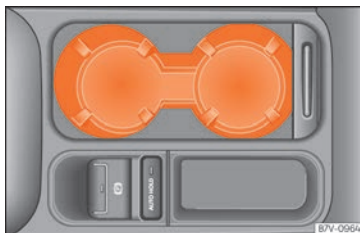

Abb. 169 Mittelkonsole vorn: Getränkehalter.
- Zum Öffnen Abdeckung nach hinten schieben » Abb. 169.